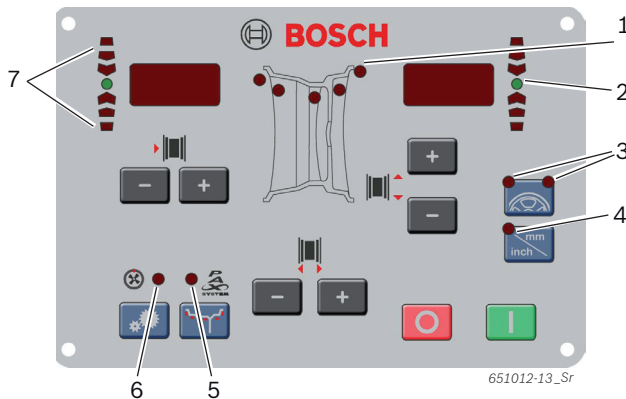

Fig. 5: LED disposti sul pannello di comando/pannello di visualizzazione
➔ Tramite i LED (fig. 5, pos. 1) vengono visualizzate le posizioni dei livelli di equilibratura per ciascun programma di equilibratura.
I Se è selezionato un programma di equilibratura PAX si illumina additionally il LED Pax (fig. 5, pos. 5).
- ⇒ Entrambi i LED del tasto <SPLIT> (fig. 5, pos. 3) si illuminano.
- ⇒ Non appena si raggiunge la posizione per il fissaggio del peso di equilibratura, il LED si illumina (fig. 5, pos. 2). Un segnale acustico conferma la corretta posizione (dietro un raggio).